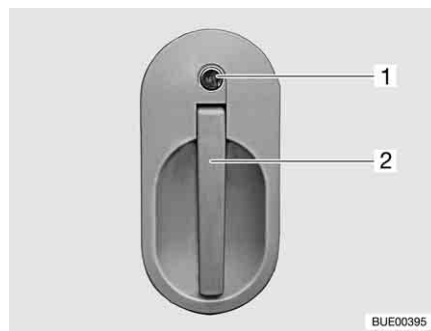

Bild 37 Dörrlås förardörr, utsida
- Stick in nyckeln i låscylindern (Bild 37,1) och vrid den ända tills dörrlåset har låsts upp.
- Drag i dörrhandtaget (Bild 37,2). Dörren är öppen.
- Stick in nyckeln i låscylindern (Bild 37,1) och vrid den ända tills dörrlåset har låsts.